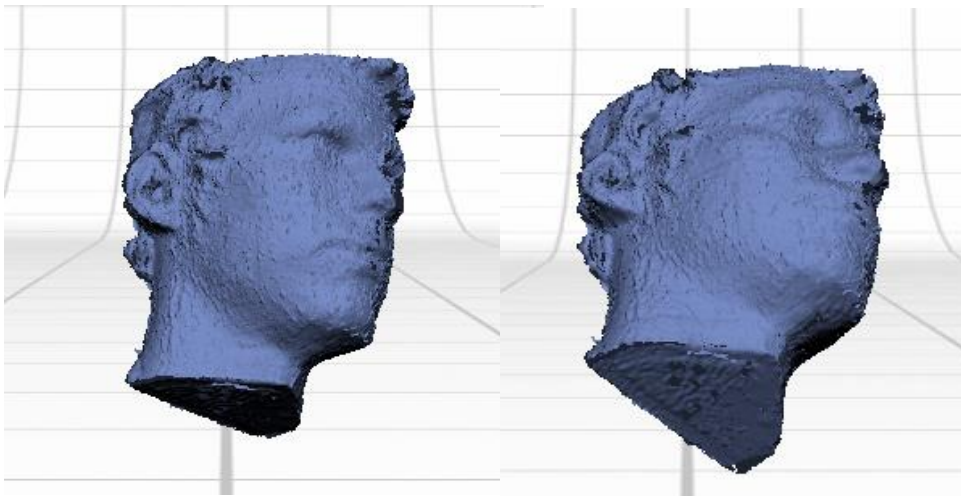

Figura 31. Digitalización final del objeto.
18. Cuando se finalice este proceso, se selecciona la opción **Fuse** (fusionar) en la barra de herramientas. La digitalización final del objeto quedará como se muestra en la Figura 31.